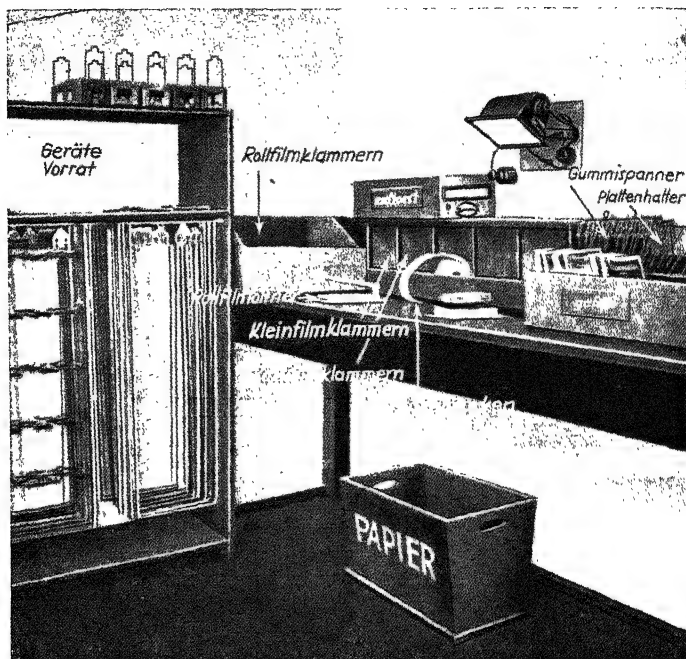

Abb. 84. Arbeitstisch der Negativdunkelkammer (1, 2, 3)
tungen müssen passende Plattenkorbbregale (2), Aufhänger für die Roll- und Packfilmrahmen zum bequemen Einklammern der Filme (4), Rollfilmöffner für die zugeklebten Filmspulen, Signalmarken zum Markieren einzelner Filme, Schere, Klebestreifen, Notizblock, auswechselbare Klammerkästen usw. vorhanden sein (siehe Abb. 84, Seite 190).